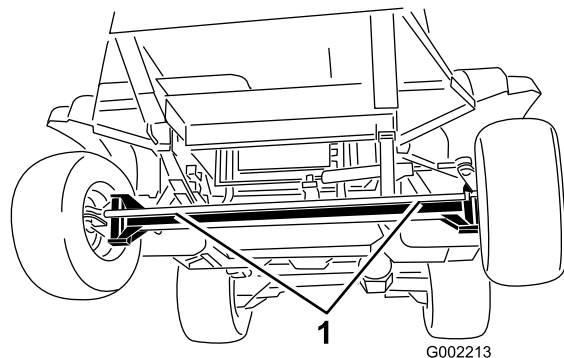
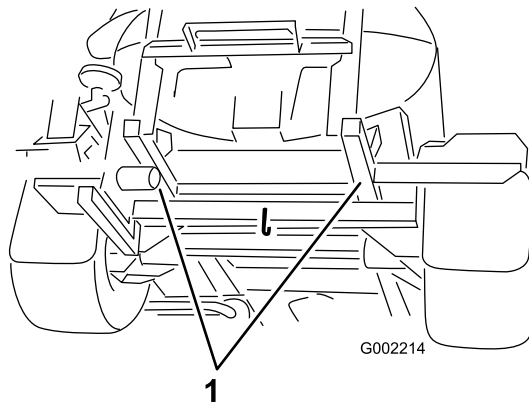

图 54
图 55
2. 将拖绳系在机架上请参照前、后拖曳点图 54 和 图 55。